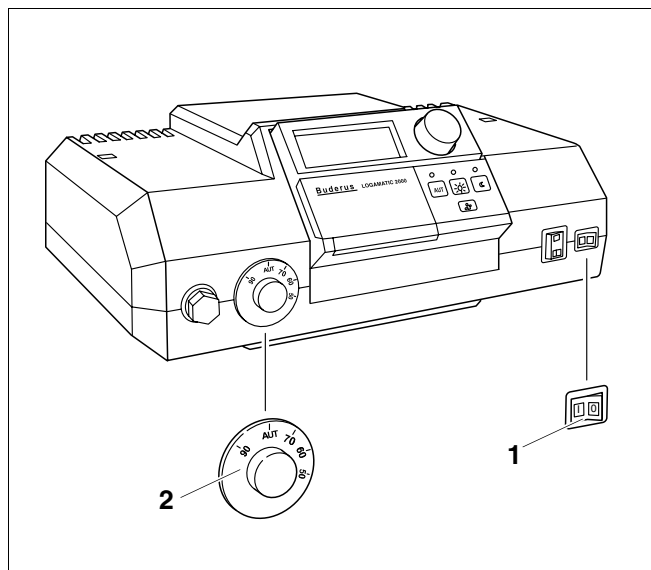

Fig.3 Aparelho de regulação (aqui, por ex.: Logamatic 2000)
Coloque a caldeira de aquecimento em serviço através do aparelho de regulação (neste exemplo (Fig. 3): aparelho de regulação da série 2000). Ao colocar o aparelho de regulação em serviço, o queimador liga-se automaticamente. O queimador pode ser ligado depois a partir do aparelho de regulação. Para mais informações sobre este assunto, consulte o manual de instruções do respectivo aparelho de regulação ou do queimador.
- Coloque o regulador da temperatura da água da caldeira (Fig. 3, **Item 2**) em "AUT".
- Coloque o interruptor "Serviço" (Fig. 3, **Item 1**) na posição "I" (LIG).
Coloque a caldeira de aquecimento fora de serviço através do aparelho de regulação (neste exemplo (Fig. 3): aparelho de regulação da série 2000). Ao colocar o aparelho de regulação fora de serviço, o queimador é automaticamente desligado.
- Coloque o interruptor "Serviço" (Fig. 3, **Item 1**) na posição "0" (DESL).